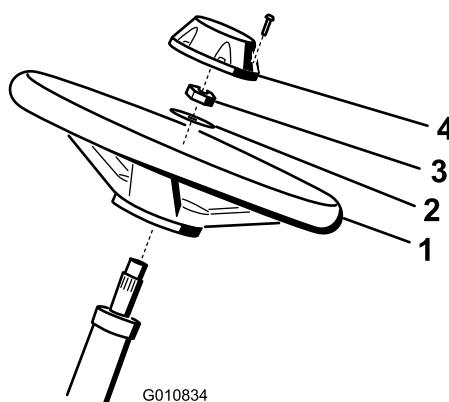

図 3
- ハンドルをステアリングシャフトにはめ込む（図 3）。
- ワッシャをステアリングシャフトにはめ込む（図 3）。
3. ジャムナットでハンドルを固定し、27-35 N.m (= 2.8-3.6 kg.m = 20-26 ft-lb) にトルク締めする (図 3)。
4. キャップを取り付け、ねじで固定する (図 3)。